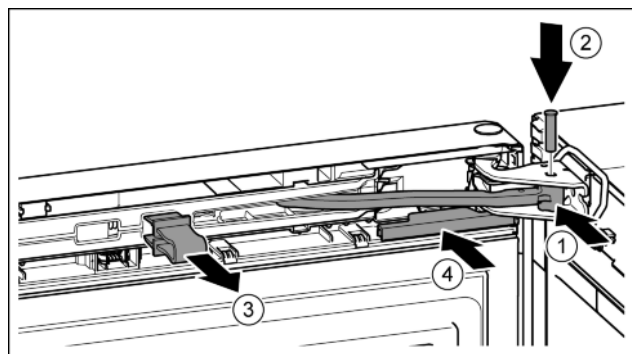

Fig. 42
- ▶ Forgassa a csapágybakba a csuklót. Fig. 42 (1)
- ▶ Helyezze be a csapágybakba és a csuklóba a csapszeget. Közben ügyeljen arra, hogy a bekattanó bütyök megfelelően illeszkedjen a horonyba. Fig. 42 (2)
- ▶ Vegye le a biztosítékot. Fig. 42 (3)
- ▶ Tolja fel a fedelet. Fig. 42 (4)